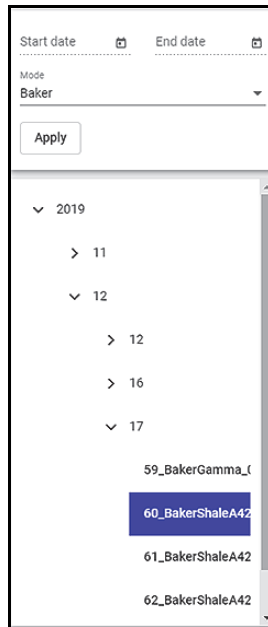

Figura 5-7 Resultado selecionado na lista
5. Na lista exibida, escolha a data e o resultado que você deseja exibir (veja Figura 5-7 na página 66).